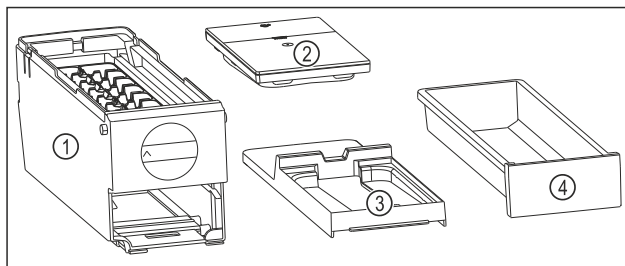

Fig. 84 Составные части EasyTwist-Ice
- ▷ EasyTwist-Ice разобран на четыре части. (см. Fig. 84)
- ▶ Разбирайте EasyTwist-Ice только на составные части, представленные на рисунке. (см. Fig. 84)
- ▶ Очищайте корпус EasyTwist-Ice Fig. 84 (1) как цельное устройство.